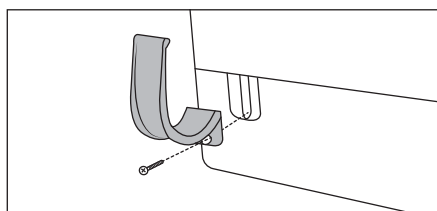

Fig. 1
- ◆ Atornille el soporte para el tubo **16** en el aparato (consulte la fig. 1).